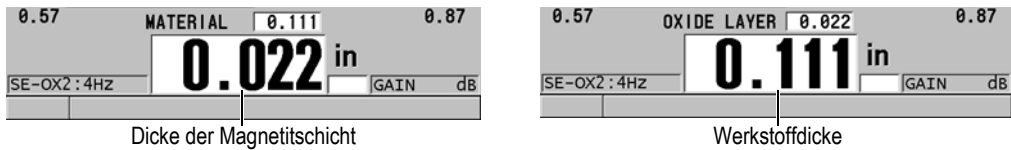

Abbildung 7-3 Auswahl des in großen Ziffern angezeigten Messwerts
- c) Wählen Sie unter **GROSSE SCHRIFT** aus, welcher Messwert in großen Ziffern im Messfenster angezeigt werden soll (siehe Abbildung 7-3 auf Seite 117).